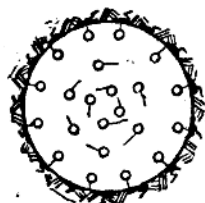

图 7
(8)当缺少段发电管时,可以按切綫方向打斜眼,一次爆破(图7),眼深1.6米,进尺1.3米,装藥量为0.75公斤。